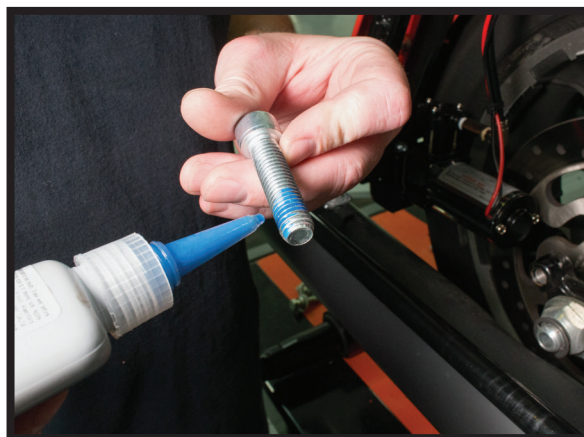

FIGURE 16
11. PUT BLUE LOCTITE ON THE SUPPLIED 1/2" CAP SCREWS AND THREAD THEM THROUGH THE SHOCKS INTO THE FRAME/SWING ARM. TORQUE THE SCREWS TO THE FACTORY RECOMMEND TORQUE. (FIGURE 16)